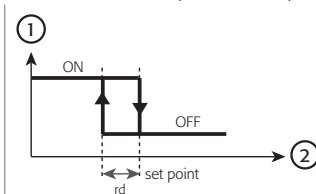

Fig. 4.a
- r3=0: Direct mit Abtaugung. Ermöglicht die Verdichteranforderung, sobald die vom Fühler 1 gemessene Temperatur über den Sollwert steigt. Dieser Modus sieht auch die Abtaugung vor ("Kühlmodus" genannt, siehe Fig. 4.a).
- r3=1: Direct ohne Abtaugung (Fig. 4.a).
- r3=2: Reverse ohne Abtaugung (Fig. 4.a). Ermöglicht die Verdichteranforderung, sobald die vom Fühler 1 gemessene Temperatur unter den Sollwert sinkt. Dieser Modus sieht KEINE Abtaugung vor ("Heizmodus" genannt, siehe Fig. 4.a).